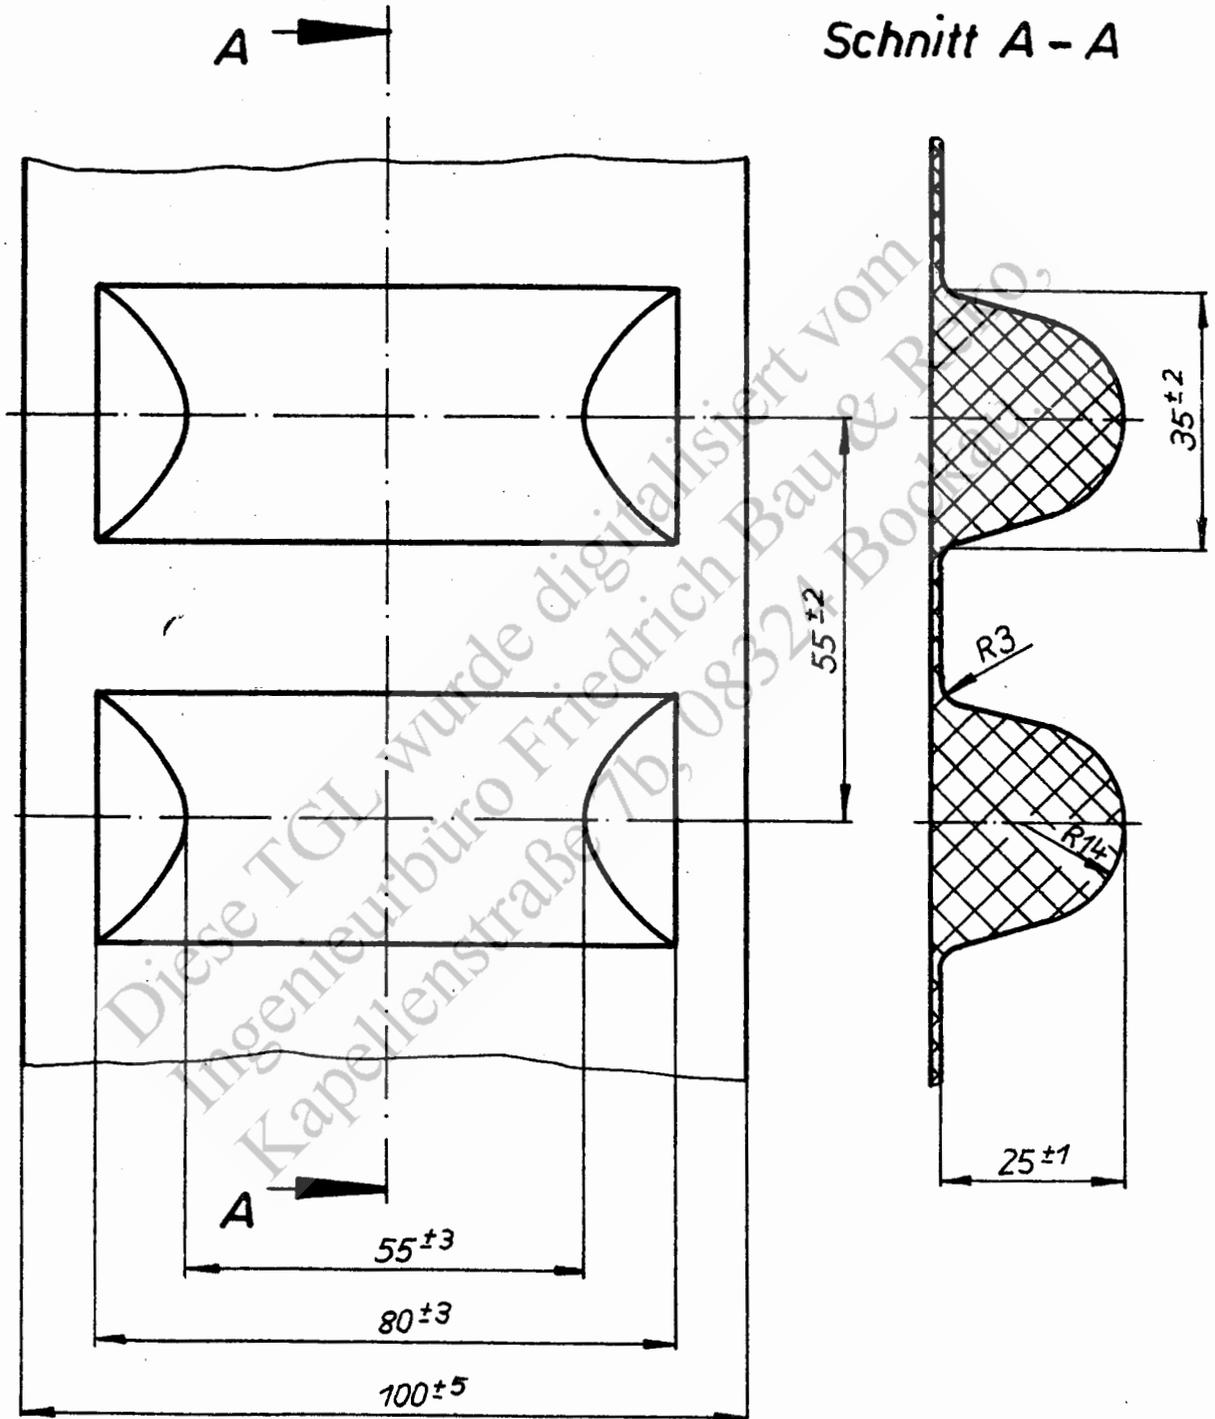

Bild 2
4.1.3. Abmessungen der Gummiführungsknaggen nach Bild 2